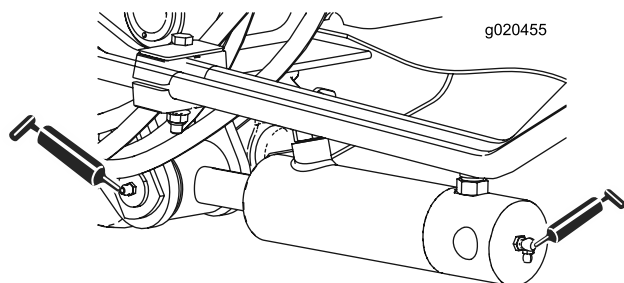

Figura 40
- Dois (cada lado) casquilhos do cilindro do braço de elevação (Figura 40)